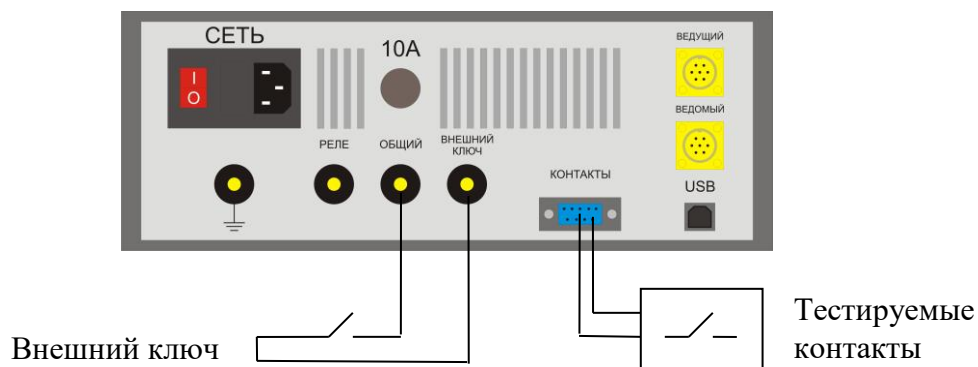

Рис. 5.2.4 Схема соединения прибора для режима запуска по замыканию внешнего ключа
5.2.3.2. Запуск процесса измерений по замыканию внешнего ключа. В этом режиме процесс измерений временных параметров запускается при замыкании внешнего ключа. Схема соединения прибора с тестируемой контактной группой, а так же с внешним ключом представлена на рис. 5.2.4.